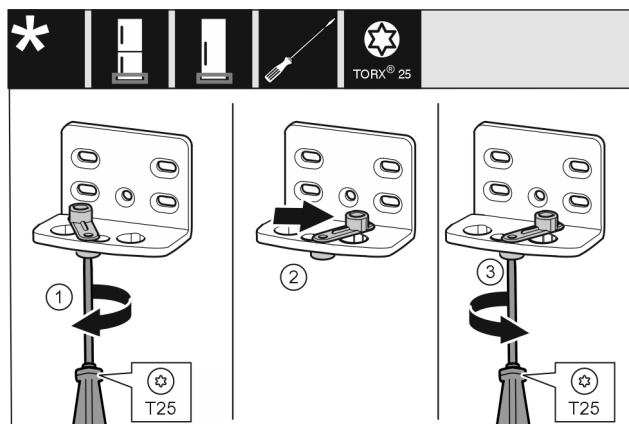

Fig. 12
- ▶ Pieskrūvējiet ar skrūvgriezi T25 nenostiprināti skrūvi. Fig. 12 (1)
- ▶ Paceliet durvju aizvēršanas palīgierīci un ieskrūvējiet caurumā par 90° uz labo pusi. Fig. 12 (2)
- ▶ Pieskrūvējiet ar skrūvgriezi T25 skrūvi. Fig. 12 (3)